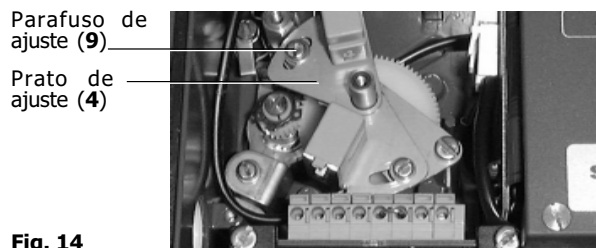

Fig. 14
Coloque o prato de ajuste (4) na sua posição intermédia e aperte os parafusos de regulação (9) (ver Fig. 14).